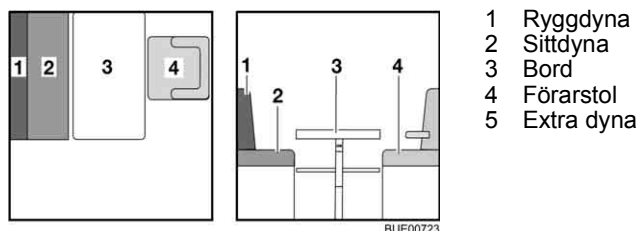

Bild 110 Före ombyggnaden
- Vrid förarstolen (Bild 110,4) och skjut fram den så långt det går.
- Bygg om bordet (Bild 110,3) till sängbotten (se avsnitt 6.10).
- Lägg ryggdynan (Bild 110,1) åt sidan.